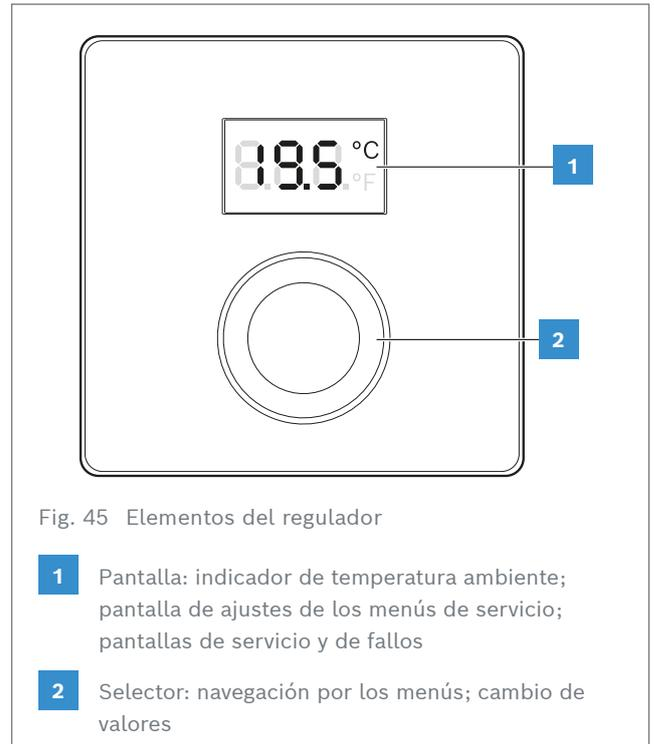

Fig. 45 Elementos del regulador
El regulador CR 10 (H) se ha simplificado al máximo y para utilizarlo se emplea un selector central que permite un “control con una sola mano” (un botón para pulsación y giro → fig. 45, [7]).
El regulador CR 10 (H) mide la temperatura ambiente actual a través de la sonda de temperatura ambiente integrada. La temperatura ambiente solo puede cambiarse provisionalmente mediante el botón de selección (→ fig. 45, [2]) hasta que el programa de temporización llegue al siguiente punto de conmutación. Durante el funcionamiento optimizado del regulador HPC 400 (sin los modos de calefacción y reducción automática de la temperatura), la temperatura se adapta continuamente hasta que se ha ajustado el funcionamiento optimizado.